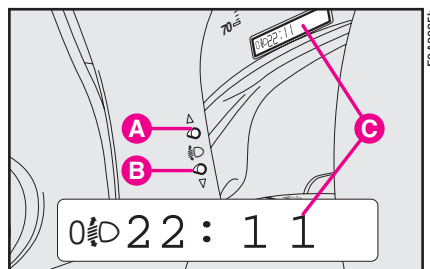

рис. 139
- нажать и удерживать кнопку **B** (рис. 139) для перехода на одно деление вверх (например: 0 → 1, 1 → 2, 2 → 3);